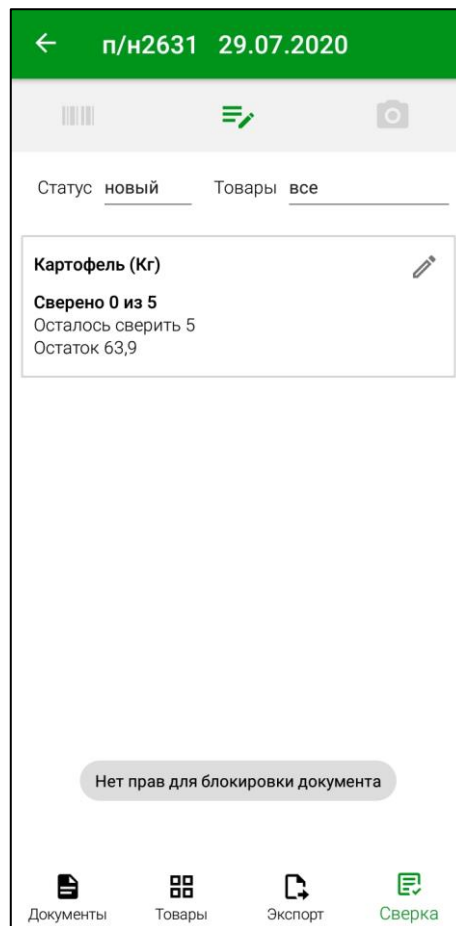

Рис. 181
**Внимание!** Для возможности сохранения изменений статуса документов у пользователя должно быть право «Разрешить блокировку накладных» (см. п.п. 2.3). В противном случае при попытке сохранить документ появится соответствующее сообщение (см. Рис. 181).